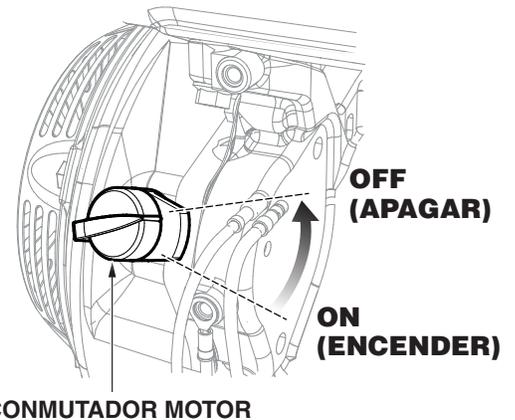

Figura 30. Conmutador ON/OFF del motor (OFF)
2. Una vez se haya enfriado el motor, ponga el conmutador de ENCENDIDO/APAGADO (ON/OFF) del motor en la posición **OFF** (Figura 30).